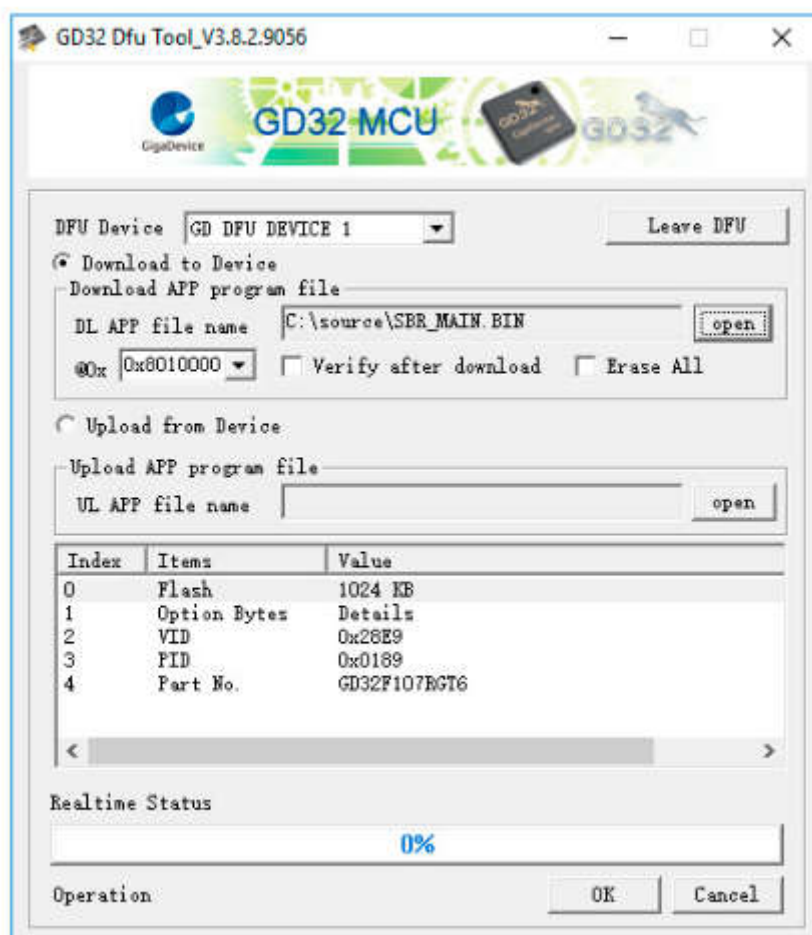

Рисунок 8.1. Окно утилиты для прошивки контроллера в DFU режиме.
5. Запустить утилиту «GD32 MCU Dfu Tool.exe». Убедиться, что в раскрывающемся списке «DFU Device» выбрано устройство «GD DFU DEVICE 1». Убедиться, что выбран переключатель «Download APP program file» (см. рис. 8.1)